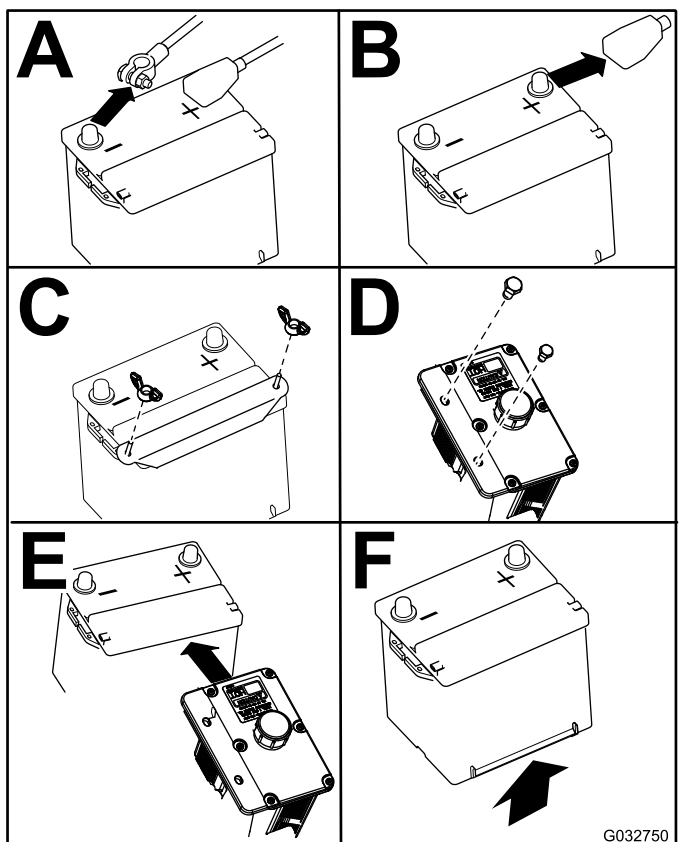

Figura 72
- Rimuovete la batteria come illustrato nella Figura 72.